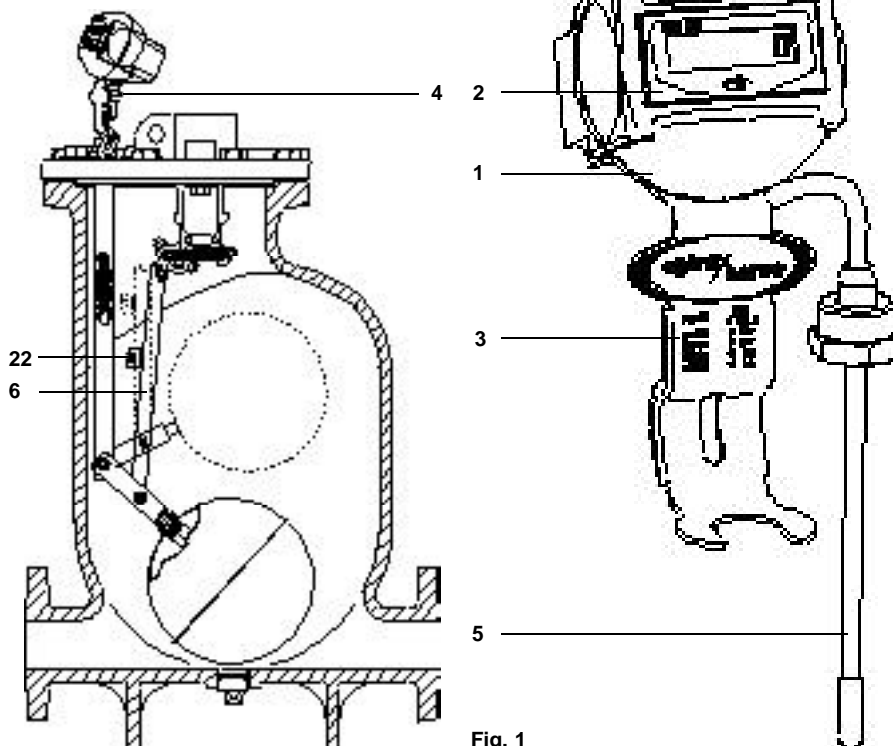

Fig. 1
**EPM1** har en digital räknare ansluten till en sensor (del 5) som är innuti MFP14. Ett ställdon (del 22) är monterat på hävvarmen (del 6, se fig. 1). När kondensatnivån ändras i MFP14 åker ställdonet förbi sensorn som aktiveras och räknar ett slag.